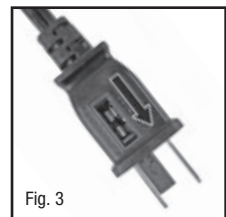

Fig. 3
- Puede acceder a el fusible fundido abriendo la puerta que se encuentra en la parte lateral del enchufe. Deslice la puerta hacia afuera hasta que el fusible fundido esté completamente visible (Fig. 3).